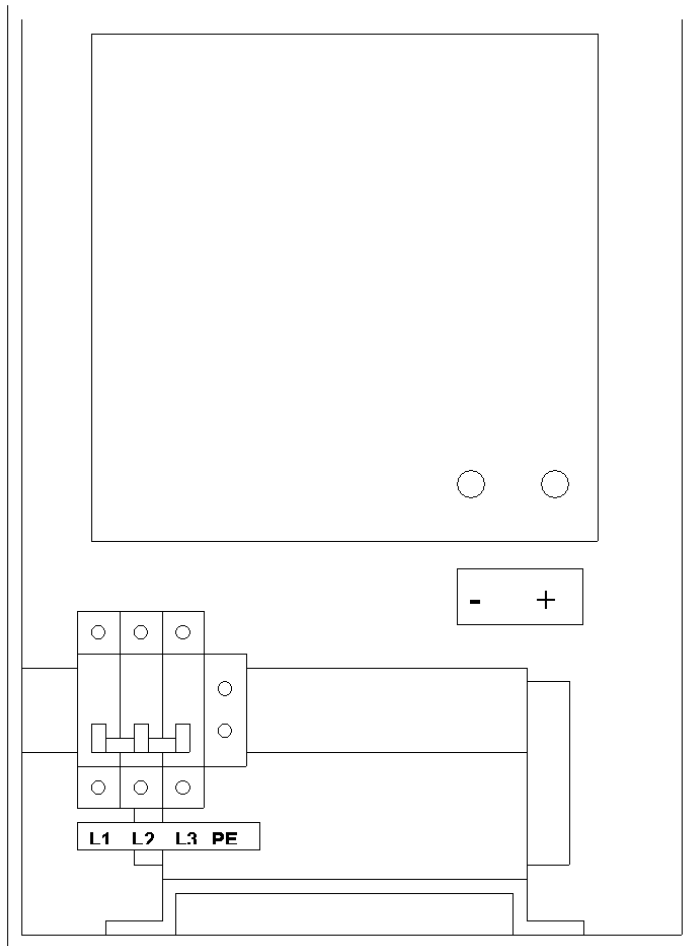

Abbildung 4b
- Schließen Sie die Netzerde PE (grün-gelb) an den Wechselstromeingangsanschluss direkt neben dem Sicherungsautomaten an, Siehe Abbildung 4b.